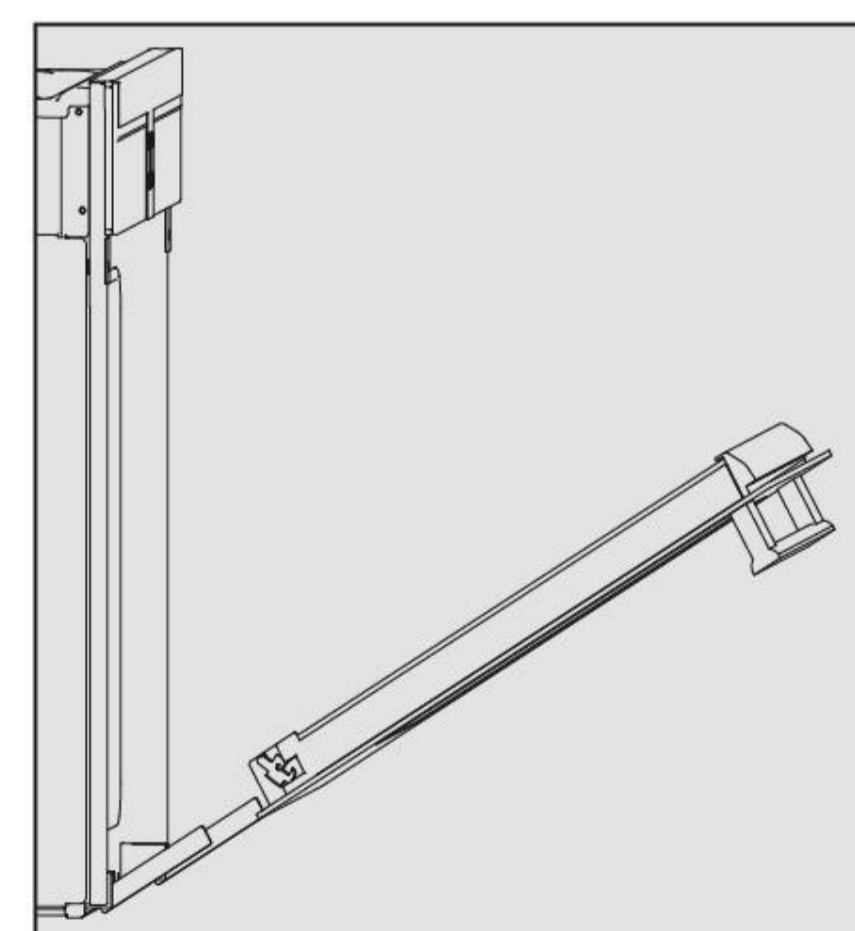

图.4
- 从两边牢固地抓住门，并小心地将其装回到铰链上。请确保门和铰链之间未有空隙（图4）。